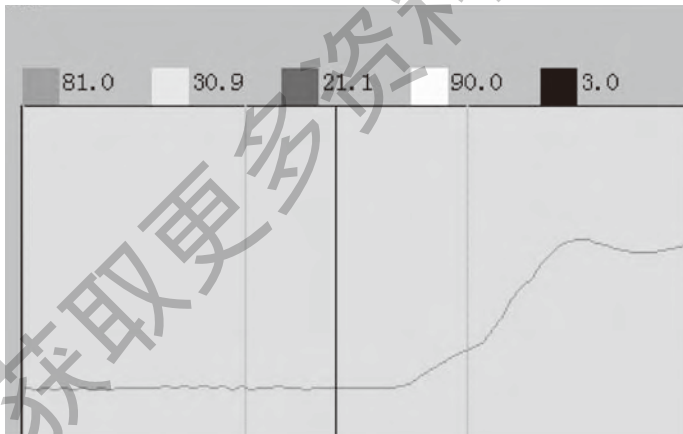

图41
5.2.8.1 曲线区: 左上角五种颜色分别代表所选参数，颜色是一一对应的。数值是鼠标指针处的垂直线与图中五条曲线交点的参数值。(见图41)